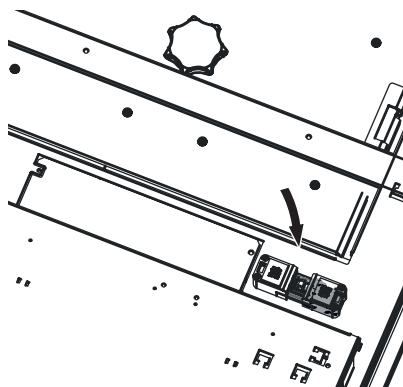

Fig. 48 Staccare la spina di rete dell'apparecchio
► Togliere assolutamente tensione alla caldaia (ad es. staccando la spina di rete) prima di effettuare qualsiasi lavoro di pulizia o riparazione – Fig. 48.
- ▶ Togliere assolutamente tensione alla caldaia (ad es. staccando la spina di rete) prima di effettuare qualsiasi lavoro di pulizia o riparazione – Fig. 48.
- ▶ Inserire la spina di rete dell'apparecchio – Fig. 48